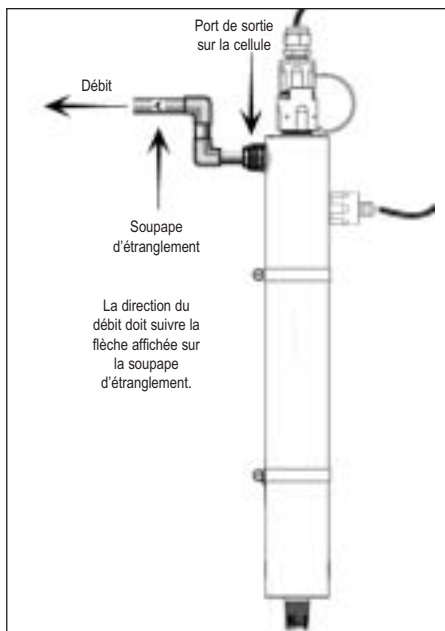

Figure 1C
3. Montez le système au mur à l'aide des crampons fournis. Vous pouvez utiliser plusieurs méthodes de connexion pour brancher l'alimentation d'eau au système, cependant des raccords unions sont recommandés. L'usage d'une soupape d'étranglement est fortement recommandé lors de l'installation de votre système pour maintenir le taux de débit du fabricant. La soupape d'étranglement devrait être installée au port de sortie et est conçue pour être installée dans une direction seulement. Assurez-vous que la direction du débit correspond à la direction du débit indiquée sur la soupape d'étranglement (figure 1C). NE SOUDEZ PAS LES CONNEXIONS LORSQU'ELLES SONT BRANCHÉES AU SYSTÈME. CELA POURRAIT ENDOMMAGER LES JOINTS TORIQUES.